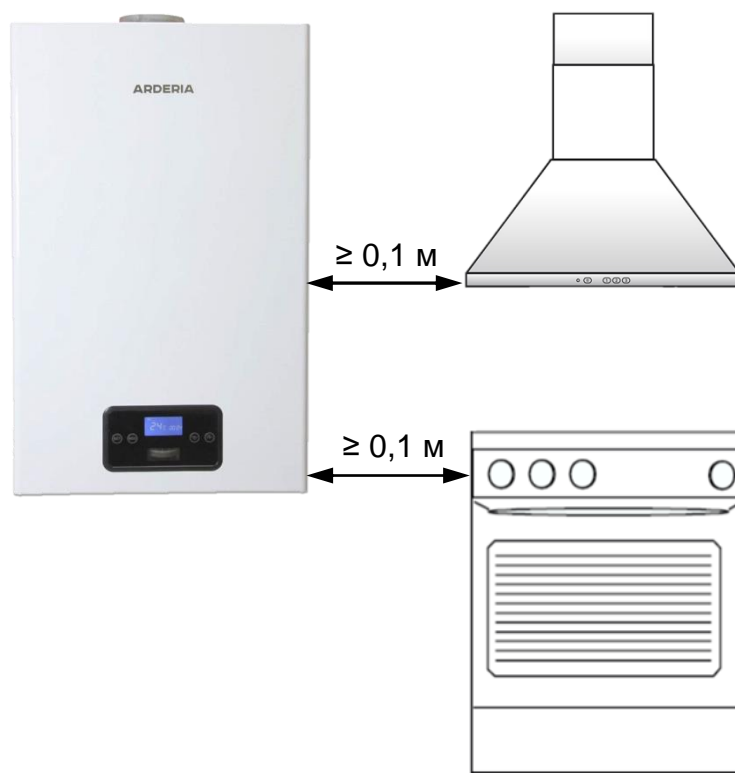

Рис. 5
- Расстояние по горизонтали в свету от выступающих частей котла до бытовой плиты и другого кухонного оборудования различного назначения следует принимать не менее 10 см. (См. Рис. 5).